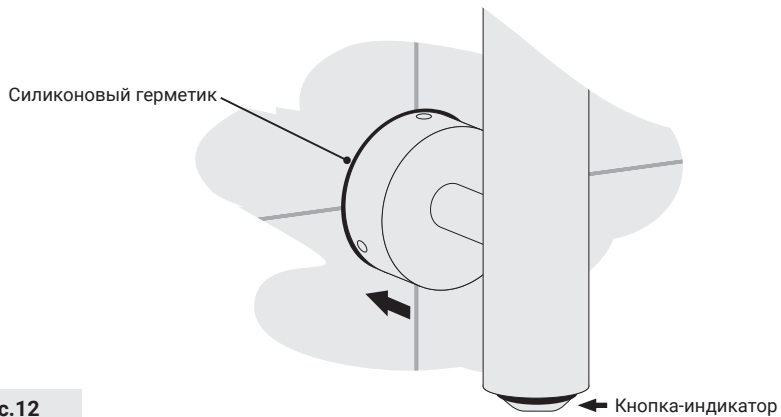

Рис.12
4.2.7. Для повышения степени защиты произвести герметизацию шва силиконовым герметиком по контуру примыкания коробки скрытого подключения и стены (рис. 12).